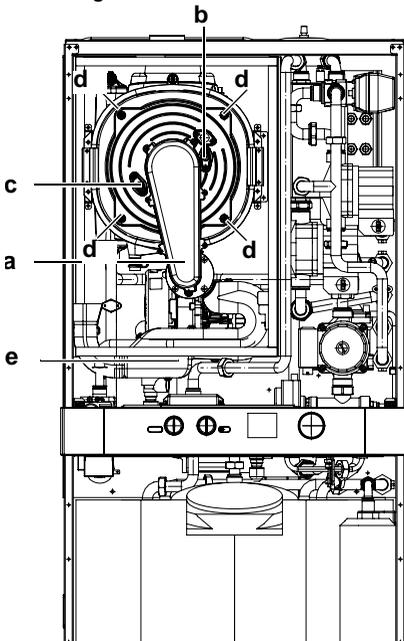

Figura 9.9 Vista d'assieme
Rimozione del gruppo bruciatore ventilatore in Figura 9.9
- 7 Rimuovere i dadi ed estrarre il gruppo bruciatore ventilatorea in Figura 9.9
- 10 L'elettrodo di rivelazionec in Figura 9.9 funge anche da sensore per il corretto scarico della condensa. Se tale elettrodo viene a contatto con acqua di condensa presente all'interno della camera di combustione manda in blocco di sicurezza la caldaia.